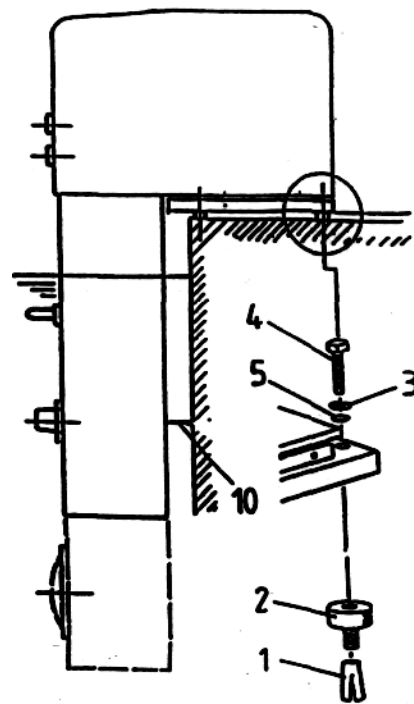

Рис. 1
5. **Всаживать** медный распорный палец (1) и навинчивать и упругий металлический амортизатор (2), см. рис. 1. Нужно соблюдать, что пальцы с амортизаторами прочно закреплены в фундаменте с целью прочной установки оборудования впоследствии.
6. Насаживать оборудование на металло-упругий амортизатор и закрепить при помощи винта с шестигранной головкой (4) зубчатыми дисками (3) и вкладными шайбами (5), см. рис. 1.
7. Расстояние между корпусом и краем бассейна выравнивается посредством дистанционной компенсации (10 / рис. 1). Таким образом, установке дают дополнительную устойчивость.